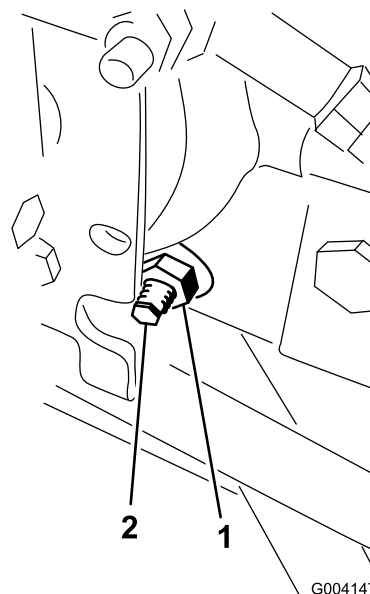

Figura 76
3. Dal lato destro dell'idrostat, allentate il dado di bloccaggio sulla camma di regolazione della trazione (Figura 76).